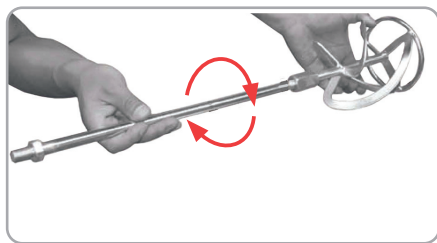

Fig.4
- Cuplați cele două părți ale paletei de amestecare, paleta de amestecare și tija de prelungire. Înfiletați ușor cu mâna cele două piese în sens orar al acelor de ceasornic (fig.4).